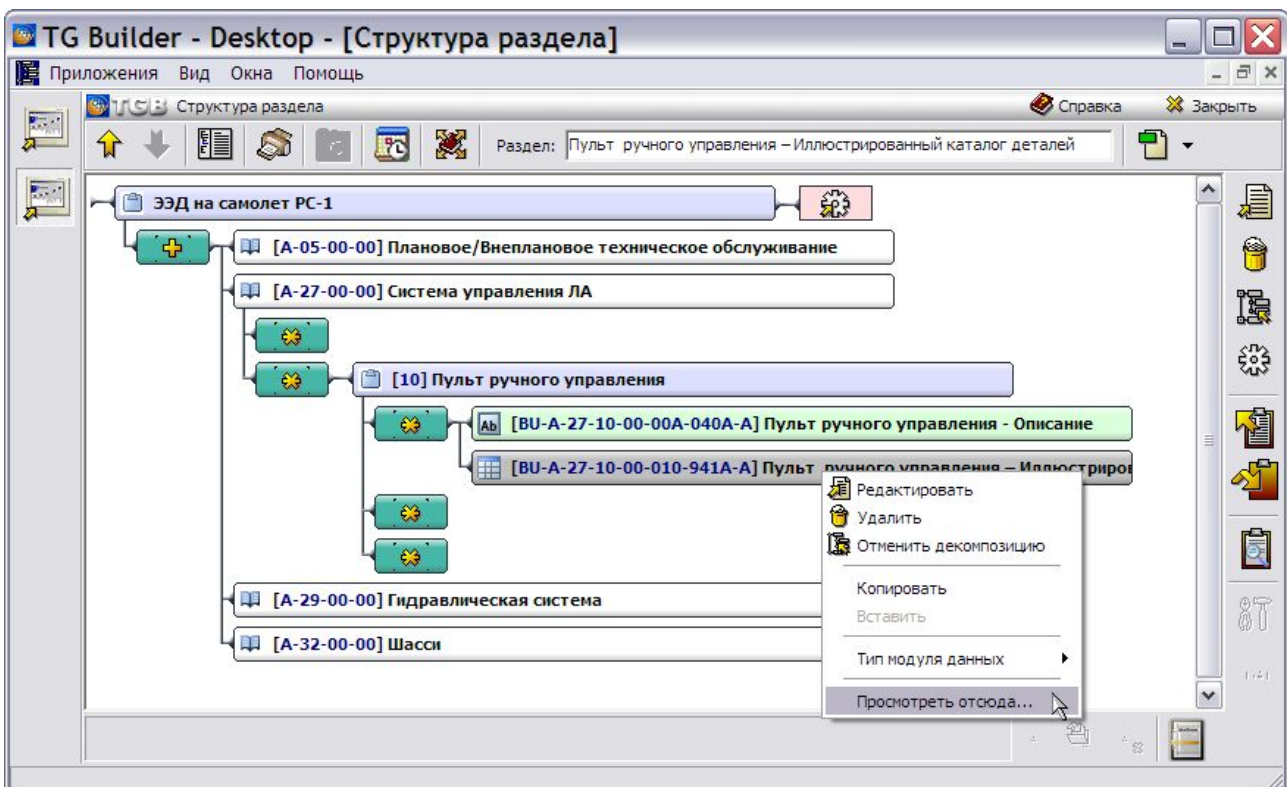

Рис. 4.50
2. В диалоговом окне **Структура раздела** щелкните по прямоугольнику модуля данных правой кнопкой мыши и в контекстном меню выберите команду **Просмотреть отсюда** (Рис. 4.50). В том случае, если команда **Просмотреть отсюда...** вызывается на разделе (системе, подсистеме), для просмотра в TG Browser открывается первый модуль данных раздела.